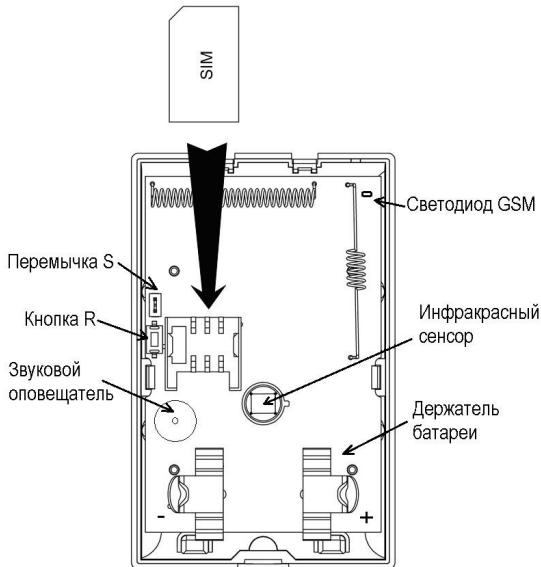

Рис.6 Установка SIM карты
Внимание! При работе с сигнализатором не касайтесь пальцами линзы инфракрасного излучателя (см. рис.6). Это снижает дальность обнаружения.
1. Установите SIM карту как показано на рис. 6
1. Убедитесь, что SIM карта установлена в соответствии с рис.6.